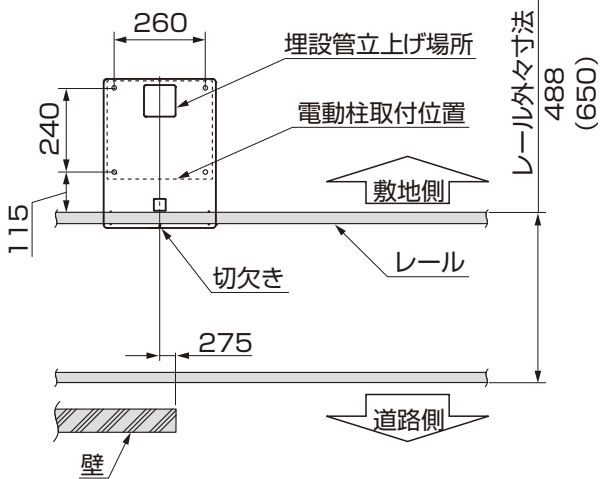
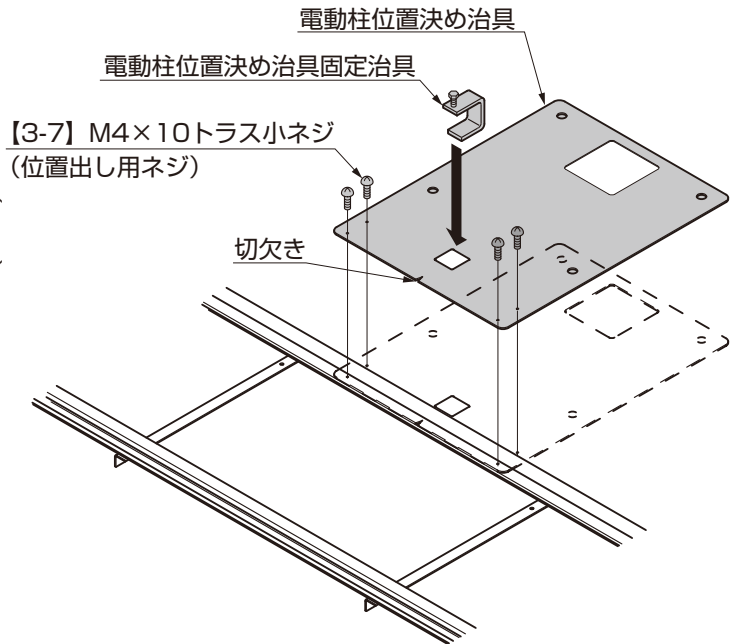
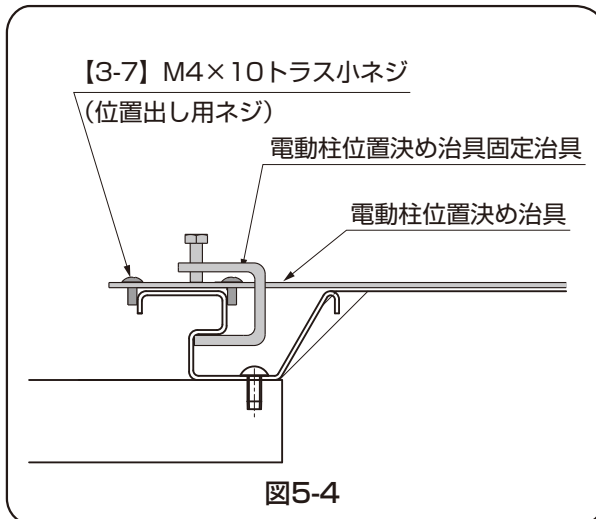
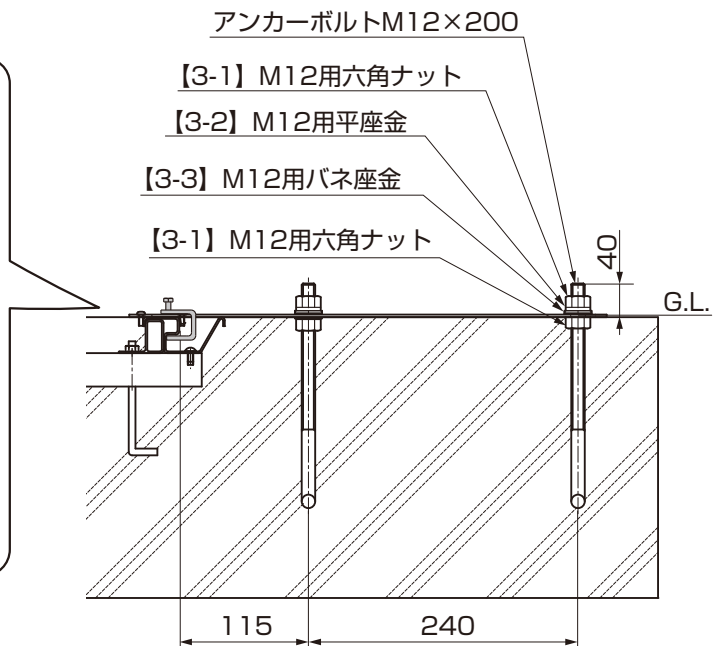

図5-1
図5-2
図5-4
図5-3
- ①位置出し用ネジ【3-7】の間にレールが来るように、電動柱位置決め治具をの切欠きを寸法値に合わせて設置してください。(図5-1、図5-2、図5-4参照)
- ②電動柱位置決め治具固定治具レールに電動柱位置決め治具を固定してください。(図5-2、図5-3、図5-4参照)
- ③アンカーボルトM12×200のボルト先端が電動柱位置決め治具から40mm出るように取付けてください。(図5-3参照)
- ④【3-7】を取外してください。